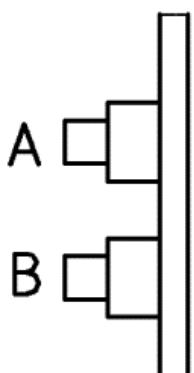

Fig. 4
10. Mantenere premuto il tasto "A" del PCB per un secondo (Fig.4). Si accenderà la luce rossa fissa del led accanto al pulsante "A".
13. Mantenere premuto il tasto "B" del PCB per un secondo (Fig.4). Si accenderà la luce rossa intermittente del led accanto al pulsante "A".